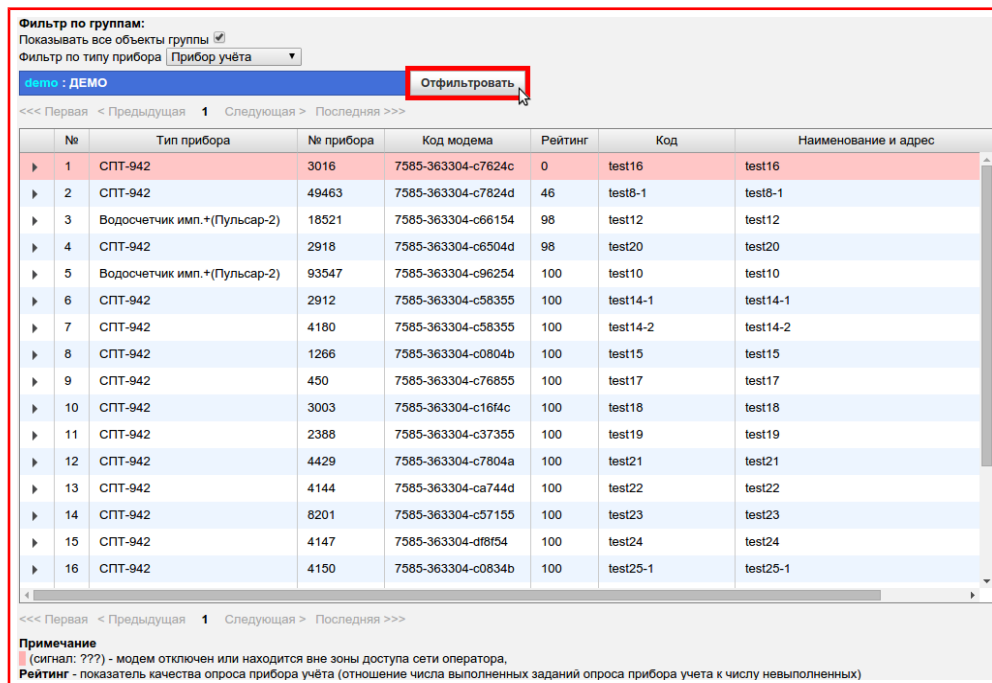

Рисунок 10.10 — Кнопка «Отфильтровать»
3) Нажать на кнопку «Отфильтровать», рисунок 10.10.